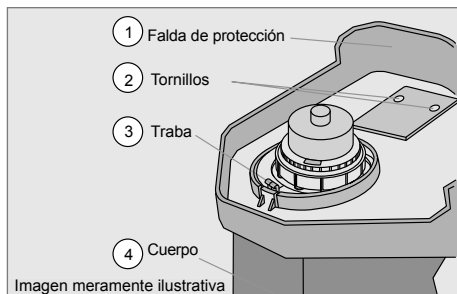

Fig. 3
- ✓ Usted recibe el cortacésped/podadera TRAPP montado, excepto la falda de protección. Ella viene acondicionada junto al equipo, en el mismo embalaje. Para montarla, gire el cortacésped/podadera hacia arriba (Fig. 3).
- ✓ Ponga la falda de protección conforme el dibujo, encájela en la traba (3) (Fig. 4), presiónela junto al cuerpo (4), coloque los tornillos (2) y dé el aprieto (Fig. 3).